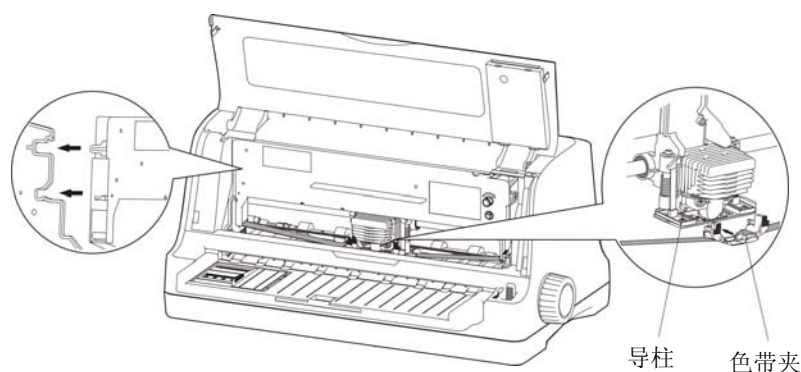

图 2-10 安装色带盒
5. 如图 2-10 所示，握住色带盒的中间握手位，使色带盒两边的卡扣对准打印机两侧的安装槽，稍用力向前推进，直到完全卡入到位。然后将色带夹上的两个圆孔对准色带导入架上的两个导柱，按压到位。
6. 确保色带芯无皱折，再按照色带盒上箭头方向，转动色带盒旋钮，绷紧色带芯（如图 2-10 所示）。